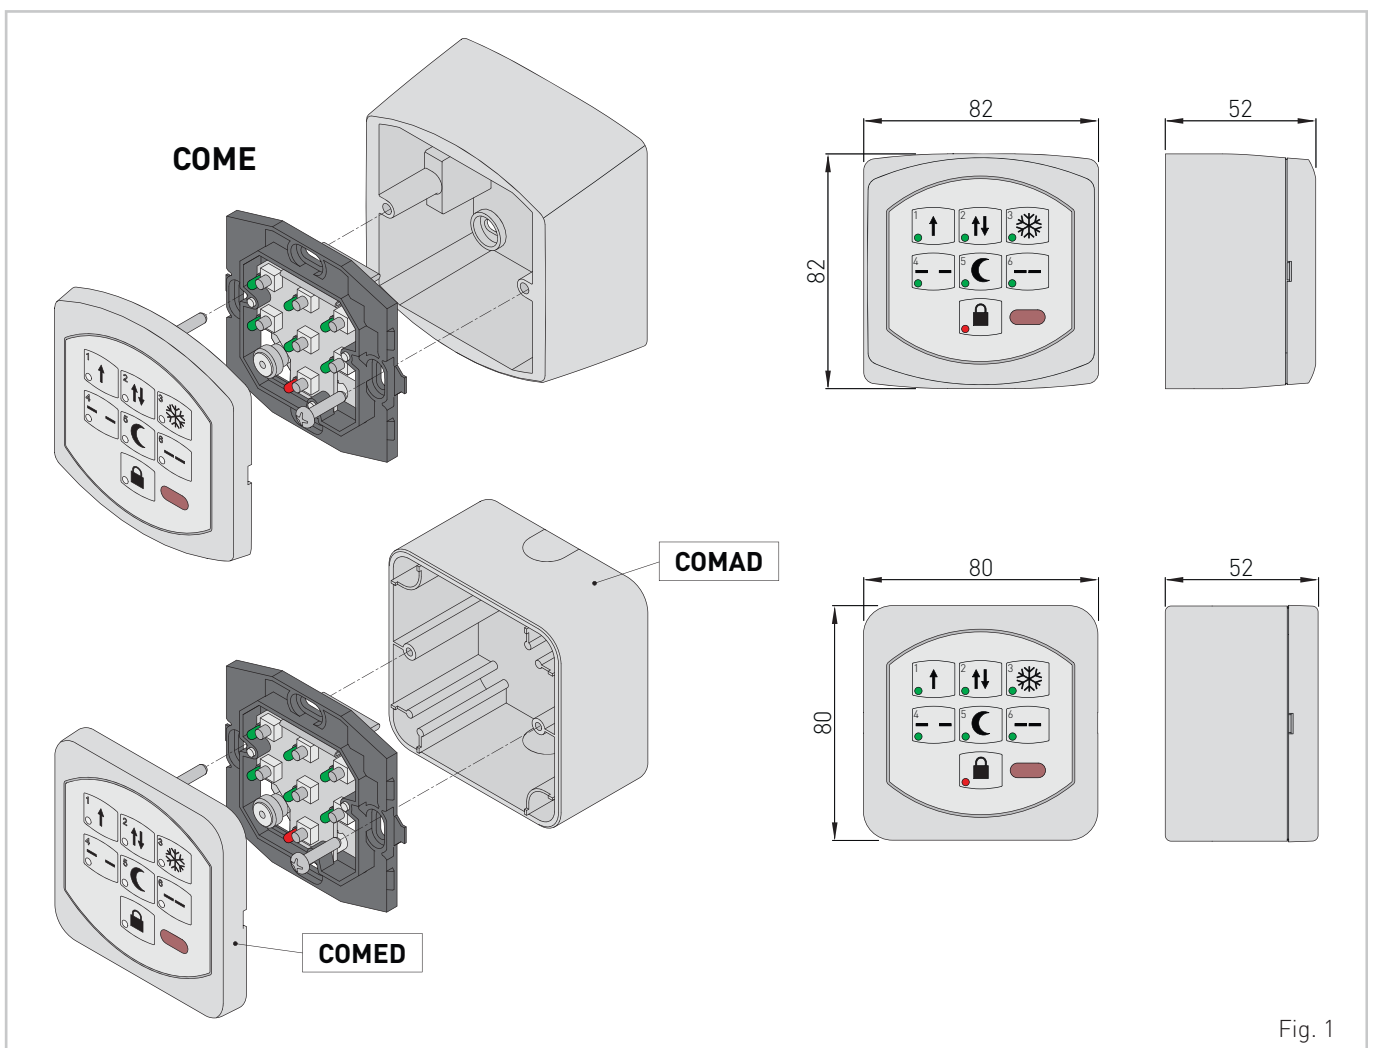

Fig. 1
- Il collegamento dell'automazione al personal computer, mediante il software DMCS, è accessibile rimuovendo il frontalino del selettore di funzioni COME (fig. 1). Seguendo le indicazioni contenute nel manuale del software DMCS, è possibile monitorare e controllare l'automazione mediante il personal computer.
- The outlet connecting the automation to the personal computer, through the DMCS software, can be accessed by removing the selector cover (fig. 1). In order to monitor and operate the automation via personal computer, follow the instructions in the DMCS software operating handbook.